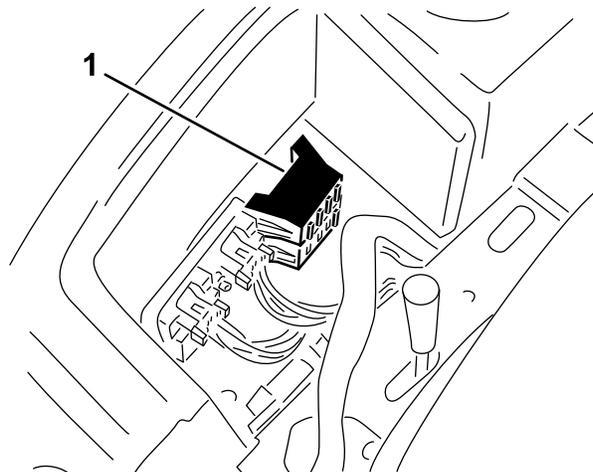

**Рисунок 53**
2. Совместите два выступа в нижней части боковой панели с двумя пазами в раме консоли (Рисунок 53).